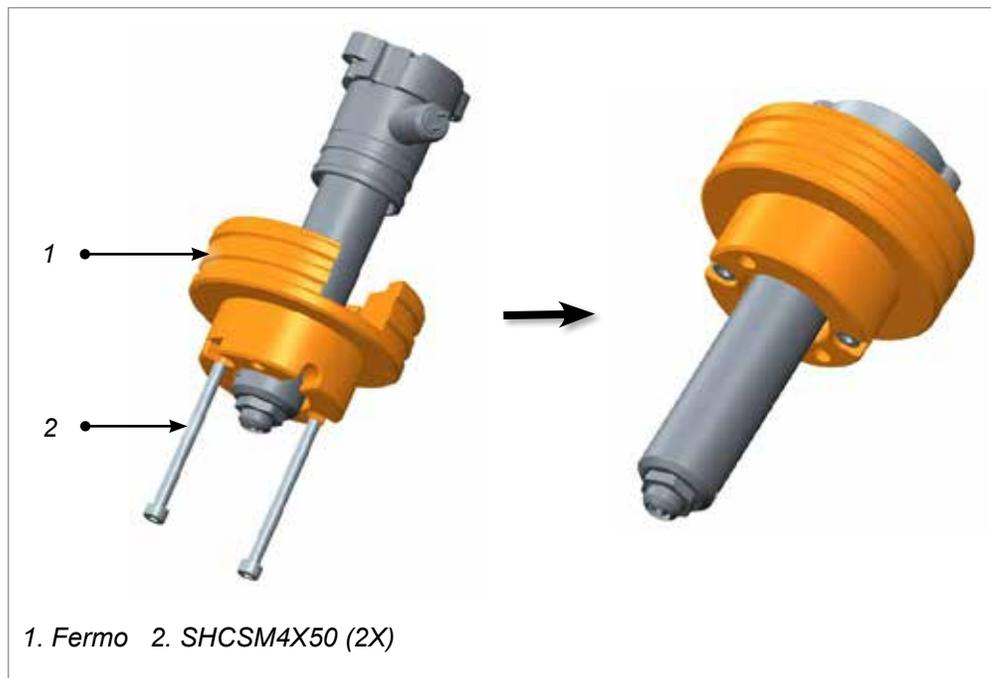

Figura 11-16 Collegamento del fermo alla boccola della valvola
15. Allineare il terminale dell'ugello alla scanalatura sul fermo. Inserire la flangia dell'ugello nel fermo e fissare il fermo alla boccola della valvola con viti a esagono incassato. Serrare a una coppia di 3,6 Nm (2,6 ft-lb). Vedere la Figura 11-16.